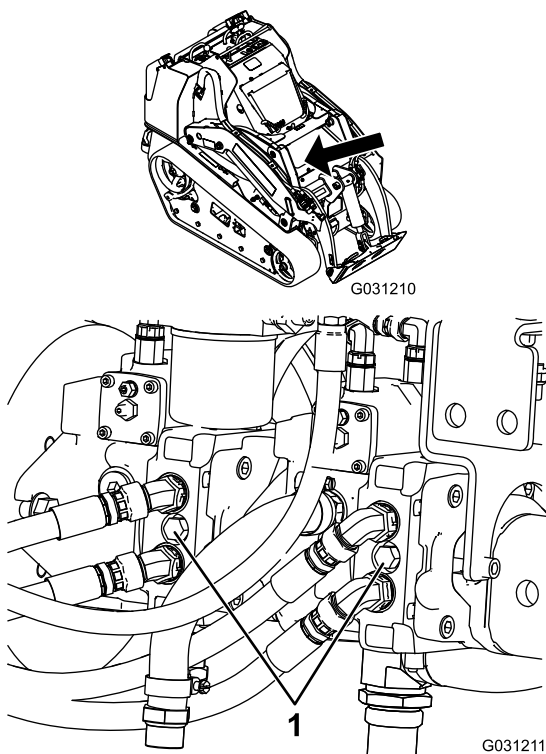

Figura 31
4. Con l'aiuto di una chiave, girare due volte in senso antiorario le valvole per il rimorchio situate sulle pompe idrauliche (Figura 31).